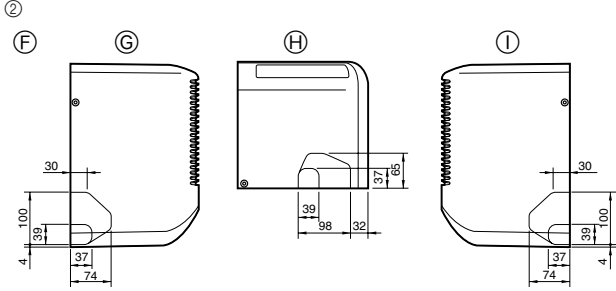

Fig. 4-4
- ② Ünitenin gövdesindeki işaretli delik yerlerinin konumunu tespit ediniz (Fig. 4-4)